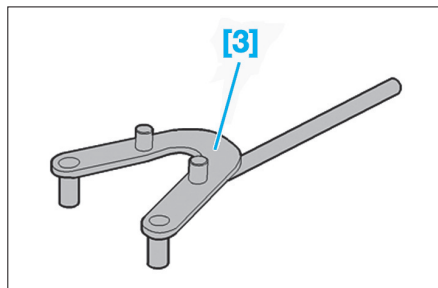

Fig. 51
- [3] Outil d'immobilisation de la poulie d'arbre à cames (réf. 6016-T) (Fig.51).